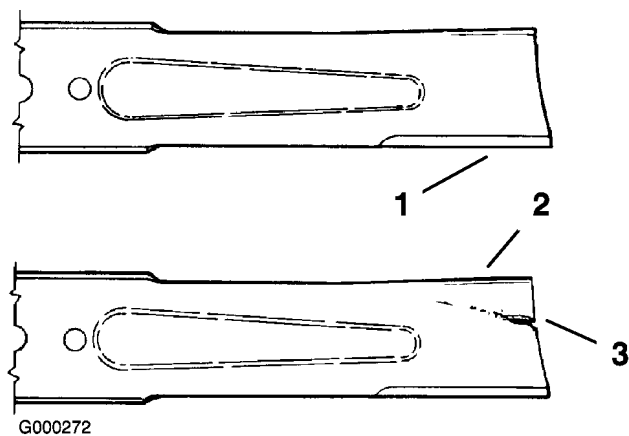

Figure 71
1. Examinez le tranchant des lames (Figure 71). Si les lames ne sont pas tranchantes ou si elles présentent des indentations, déposez-les et aiguissez-les (voir Aiguisage des lames).
2. Inspectez les lames, surtout la partie incurvée (Figure 71). Remplacez immédiatement toute lame endommagée, usée ou qui présente une entaille (Figure 71).